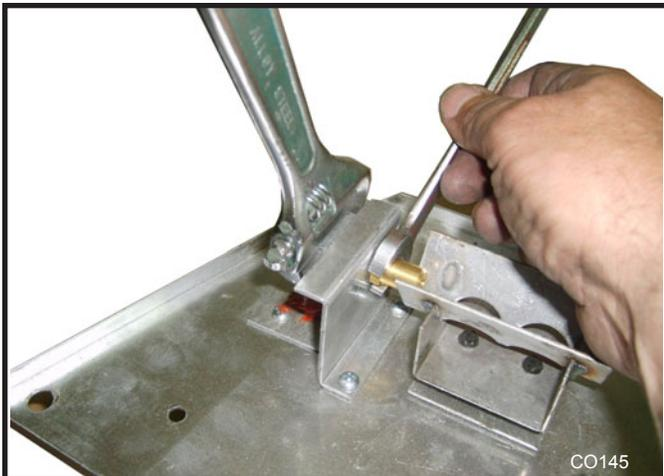

**Fig. 79** Retirez les trois (3) écrous retenant le lit de cendres en place.
1. Retirez les trois (3) écrous 3/8" sur le dessus de la plaque du brûleur. (Fig. 79)